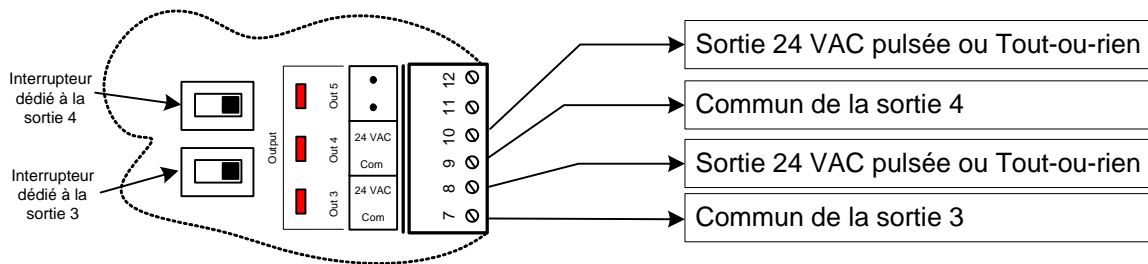

Figure 10: Sorties 3 et 4 actives
1) Position de l'interrupteur pour obtenir une sortie **active** (voir Figure 10) :